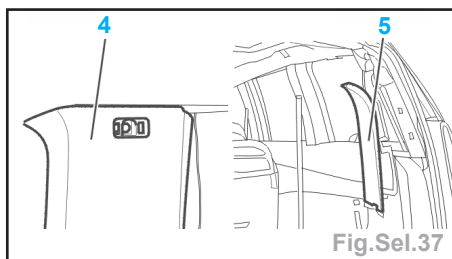

Fig.Sel.37
- Déposer et écarter les garnitures de montant avant (4) et arrière (5) (Fig.Sel.37).